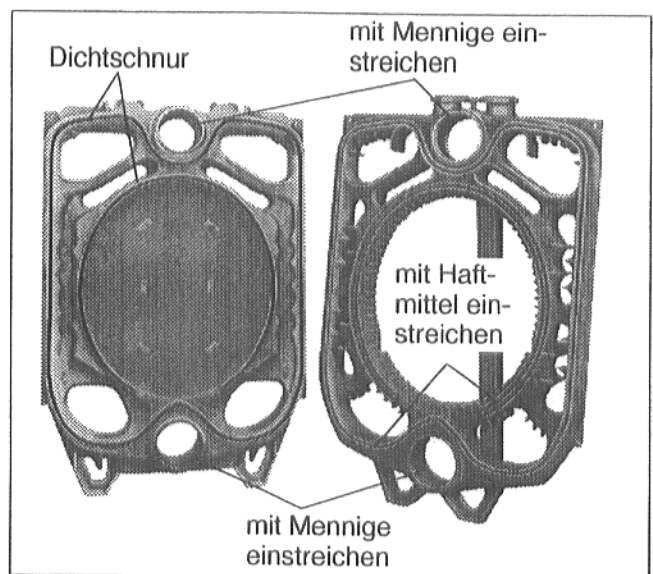

Abb. 14; Mittelglied mit oberemabgang nach Abb. 8
- Elastische Dichtschnur auf der Vorderseite des Hintergliedes, im oberen Nabenbereich beginnend, in die Dichtnut einlegen und leicht andrücken (Abb. 14).
- Dichtflächen der Naben mit Mennige einstreichen (Abb. 14).
- Dichtfedern mit Haftmittel (Primer) einstreichen (Abb. 14).